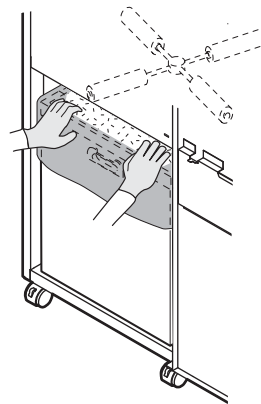

図10 細断屑の押し下げ
- 2.ダストボックス⑭上部の細断屑を、手で押し下げてください。 図10 参照
- 3.ダストボックス⑭を引き出し、細断屑を捨ててください。 P14「細断屑の処理方法」参照
- 4.電源スイッチ①の上側を押して電源を入れて、扉⑨を閉めてください。